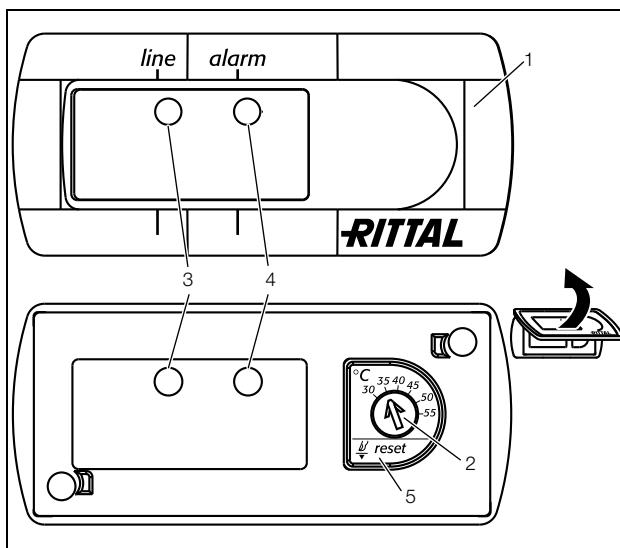

Imagen 28: Controlador básico
El controlador básico controla y regula el refrigerador. A través de los LED's verdes y rojos (imagen 28, nº 3 y 4) muestra los estados de servicio y fallo:
- Ajuste la temperatura teórica deseada en el dispositivo (Imagen 28).
- Presione la tecla reset (Imagen. 28, nº 5) durante como mín. 3 segundos. El LED rojo se apaga.